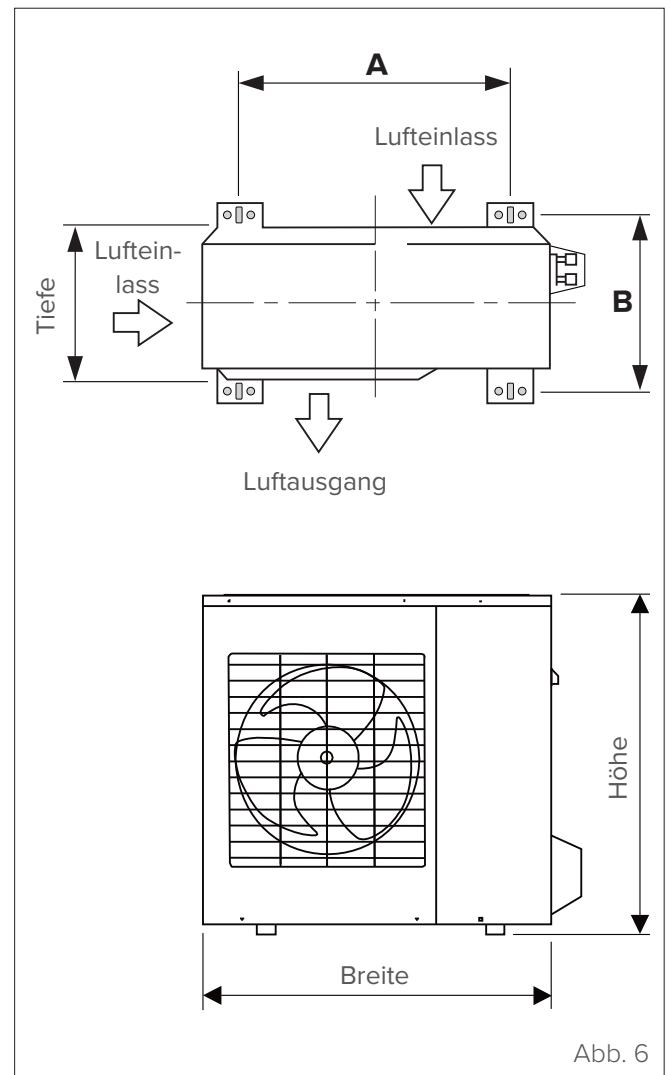

Abb. 6
- 1 Die Position der Halterungsbohrungen entsprechend den Abmessungen in der Tabelle der Montageabmessungen anzeichnen (siehe "Abb. 6").